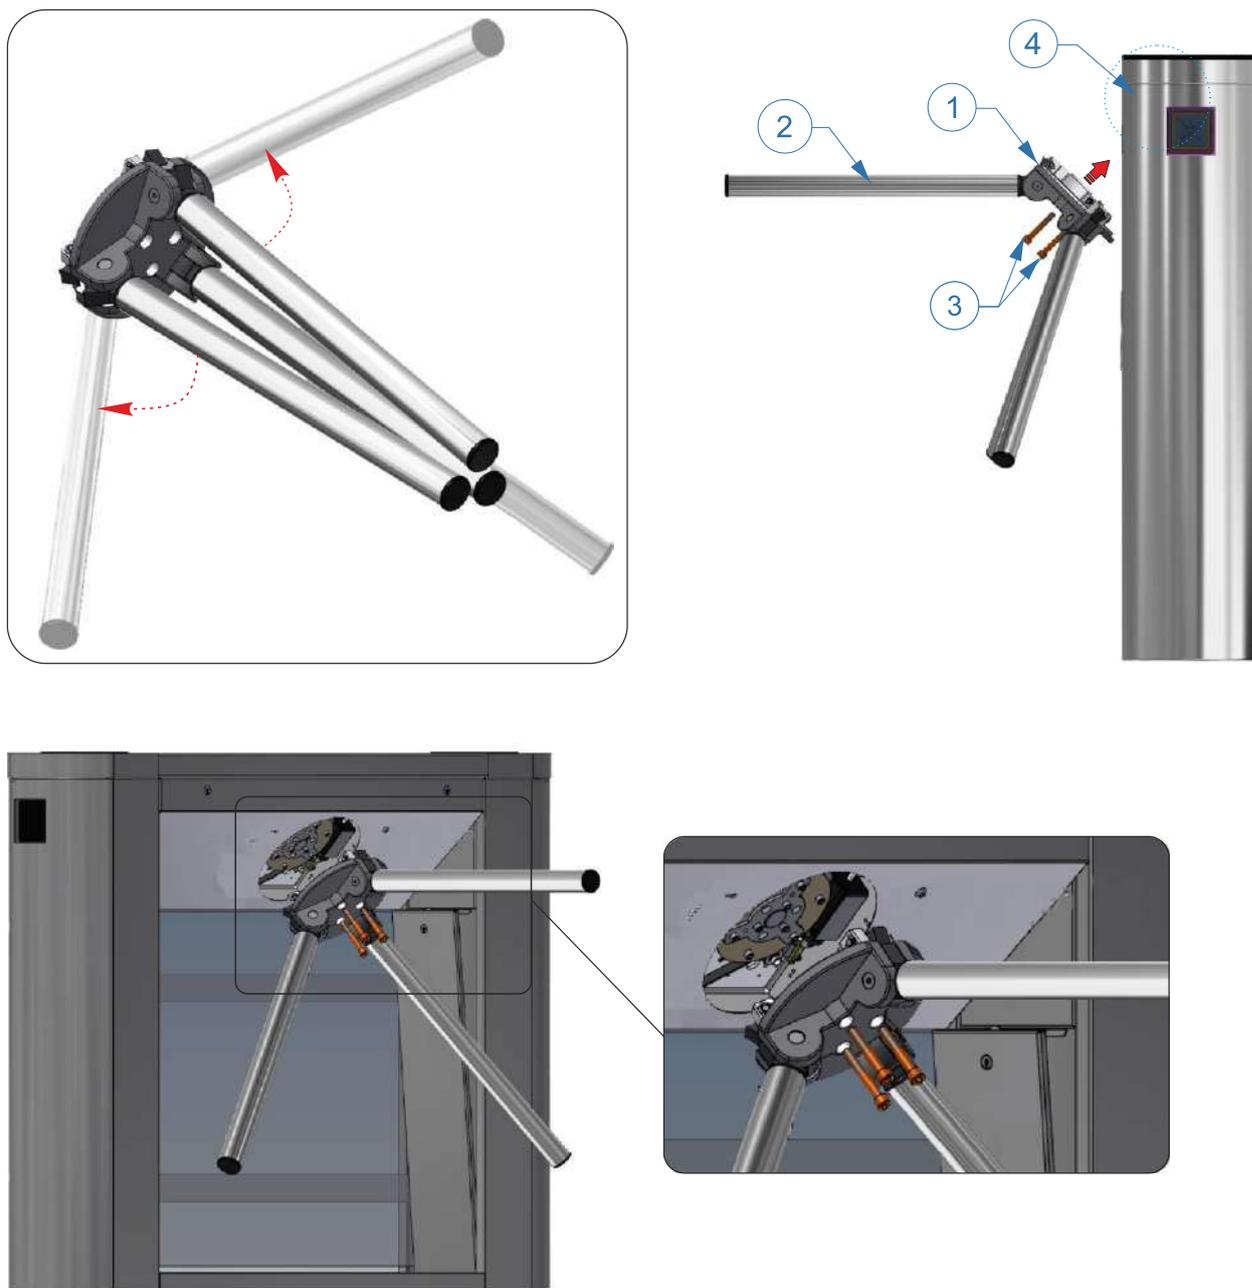

Рис. 14 – Установка ступицы с поводками в корпус турникета-трипода
4) Произвести на поверхности площадки разметку отверстий для крепления турникета в соответствии с *рис.14*. В качестве шаблона для разметки может использоваться собственно турникет, размещенный вертикально на месте его установки.
а) Вручную разложить поводки (2) ступицы (1) (см. *Рис.14*).